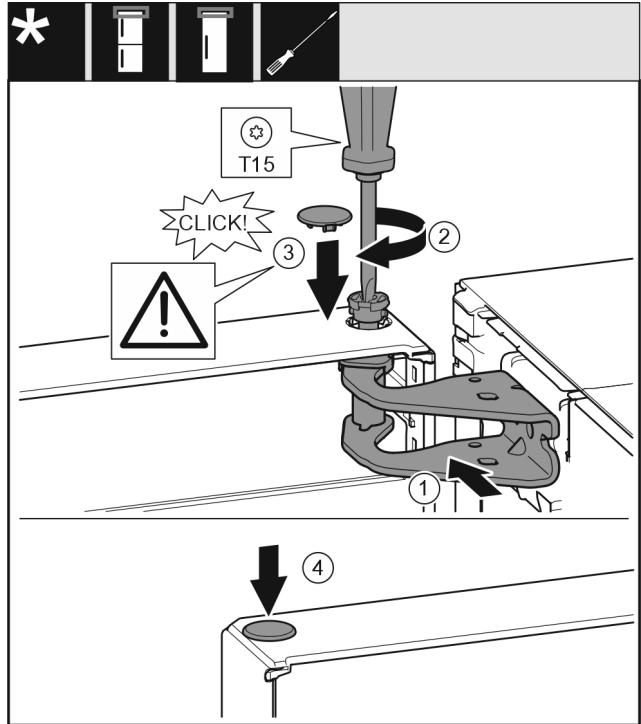

Fig. 20
- ▶ Igazítsa be az ajtót fent a csapágybak Fig. 20 (1) nyílásához.
- ▶ Helyezze be a csapszeget Fig. 20 (2), és húzza meg csavarhúzóval.
- ▶ Helyezze be a fedelet Fig. 20 (3).
- ▶ Ellenőrizze, hogy a fedél Fig. 20 (3) felfekszik-e az ajtóra.
- ▶ Helyezze be a fedelet Fig. 20 (4).